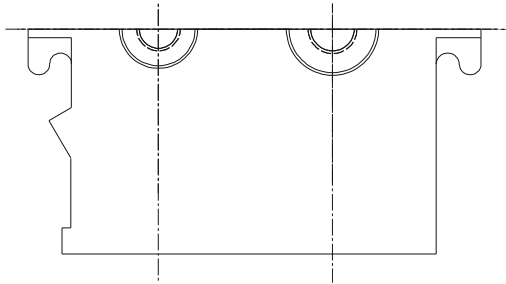

图 8-3-8
STEP 09 对多义线镜像和平移到箱体的右端，效果如图 8-3-8 所示。